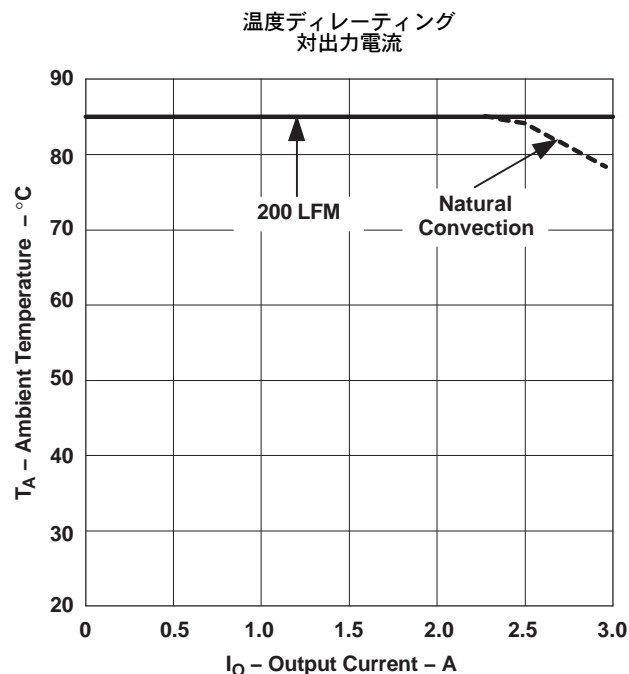

図 4.
- (2) 温度ディレーティング曲線は、内部コンポーネントがメーカーの指定した最大動作温度以下になる条件を表します。ディレーティング制限は、2オンス (56.69 グラム) の銅を使用した、 $100\text{mm} \times 100\text{mm}$ の両面PCBに直接半田付けされたモジュールに対して適用されています。表面実装パッケージの場合は、電源ピンの周辺に放熱用の複数のビア (メッキされたスルーホール) が必要です。詳細については、メカニカル・データを参照してください。図 4 に対して適用されます。